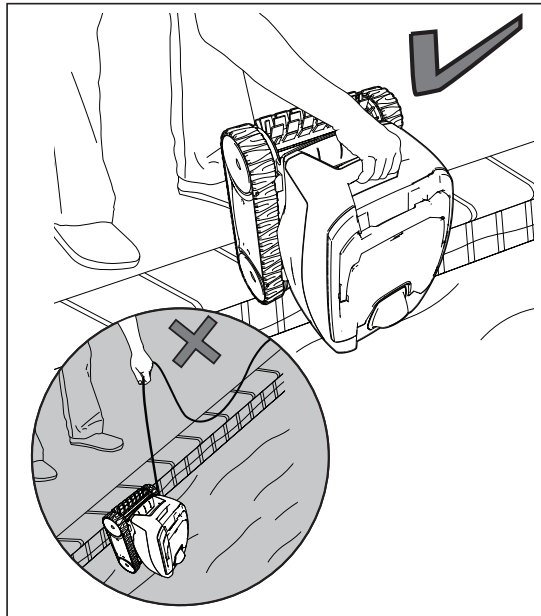

Figure 8. Elevar el limpiador de la piscina con la manija
2. Use la manija para levantar el limpiador del agua (Figure 8). Nunca retire el limpiador de la piscina tomándolo del cable flotante.